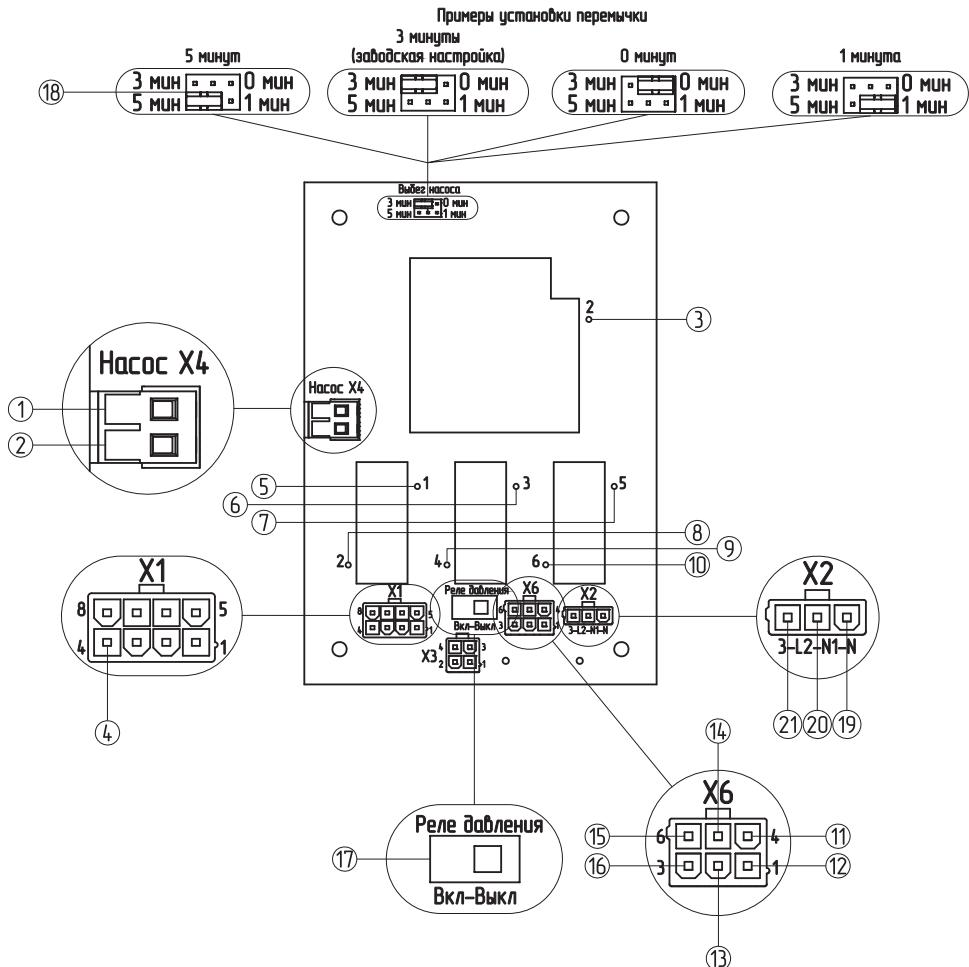

Рис. 9 Коммутационная плата
Реле давления можно отключить с помощью переключателя датчика давления (**Рис. 9, поз.17**), это может понадобится в случае, если у пользователя открытая система отопления.
Датчик подключается к колодке подключения датчиков (**Рис. 9, поз.13 и поз.14**) и может быть заменен в случае выхода из строя.
- Реле давления, отключается ниже 0,7 бар, включается выше 1 бар (можно отключить на коммутационной плате (**Рис. 9, поз.17**));